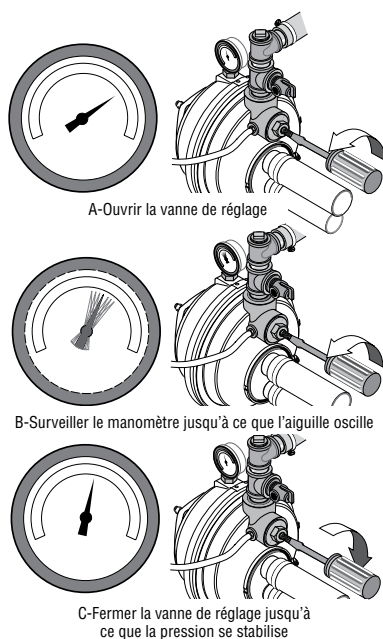

Figure 20 : Régler la vanne de réglage
5. Dès que la pression est accumulée et maintenue par la pompe, ouvrir lentement la vanne de régulation (voir la Figure 20). Observer la pression indiquée par l'aiguille du manomètre. Continuer de tourner la vanne de régulation jusqu'à ce qu'elle soit complètement ouverte ou jusqu'à ce que l'aiguille du manomètre commence à osciller. Dès que l'aiguille du manomètre commence à osciller, refermer lentement la vanne de régulation jusqu'à ce que l'aiguille cesse d'osciller. La pompe fonctionne maintenant à son rendement maximal.